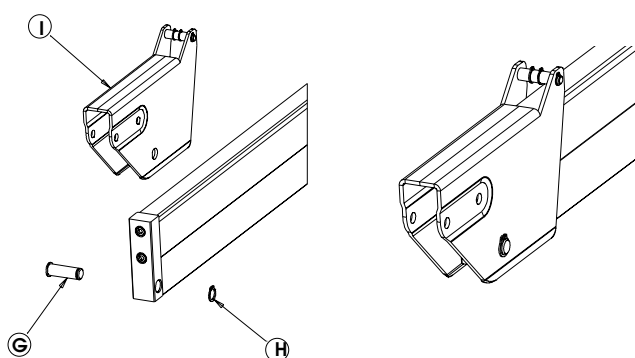

Fig.4
- 5) Infilare il particolare **I** e fissarlo tramite il perno **G** ed il seeger **H** come in Fig.4.
- 5) Fit part I and secure it with pin G and Seeger ring H as shown in Fig. 4.
- 5) Enfiler la pièce I et la fixer par l'intermédiaire de l'axe G et l'anneau de retenue H d'après la Fig.4.
- 5) Introduzca la pieza **I** y fijela con el perno **G** y el anillo seeger **H** como se indica en la Fig. 4.